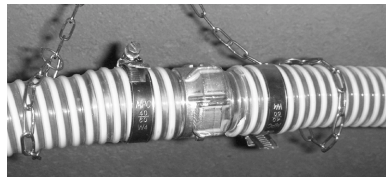

Bild 4
- Installieren Sie die Schnellkupplung (optionales Anschlussset Fontana S) so in den Druckschlauch, dass sie vom Dombereich her zugänglich ist, siehe Bild 4.
- Befestigen Sie das Seil/die Kette sicher an beiden Seiten der Schnellkupplung (siehe Bild 4) und befestigen Sie das andere Ende des Seils/der Kette mittels des Karabinerhakens an der Ringschraube und dem Schlagdübel im Dombereich des Regenspeichers.